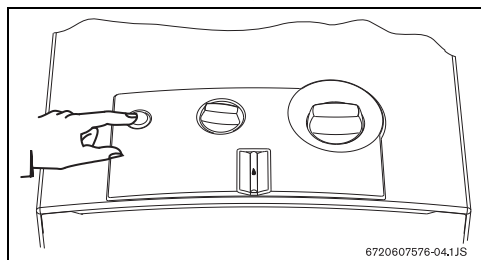

Рис. 6
- Нужно только нажать главный выключатель (рис. 6).
- ▶ Правильно (рис. 6) установить прилагаемые батарейки типа R 1,5 В.